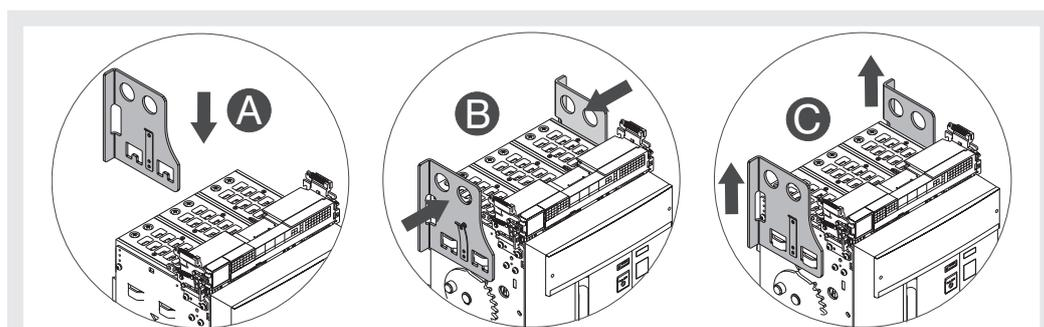

Figura 38
3. Poner las placas de elevación en la parte móvil cerciorándose que la lengüeta de las placas esté enganchada. Véase Figura 38.